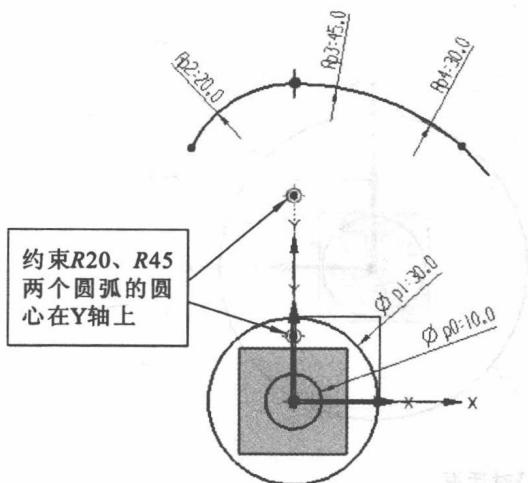

图 1-32 约束点在线上
(5) 点击几何约束 上, 点击【点在线上】, 点击半径为 20 的圆弧圆心, 点击 Y 轴, 约束圆心在 Y 轴上。同理, 点击半径为 45 的圆弧圆心, 点击 Y 轴, 约束圆心在 Y 轴上, 如图 1-32 所示。